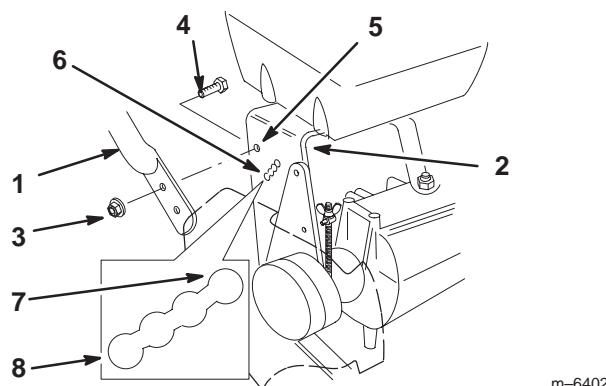

Figure 2
1. Alignez le guidon avec les trous de montage supérieurs du bâti arrière (Fig. 2).
2. Vissez un boulon à collerette (3/8 x 1 pouce) assorti d'un écrou à collerette dans chaque trou supérieur pour fixer le guidon (Fig. 2).
3. Choisissez la position basse pour le trou de montage inférieur (Fig. 2).
4. Fixez le goudon en vissant un boulon à collerette (3/8 x 1 pouce) assorti d'un écrou à collerette dans chaque trou inférieur (Fig. 2).